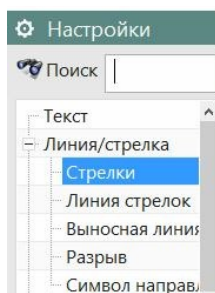
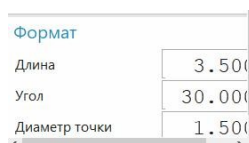

рис.156
рис.157
- Аналогично придется в разделе «**Стрелки**» (рис.156) указать длину стрелочек и другие параметры (рис.157). Вообще, в окне «**Настройки**» много параметров, и вам придется на них обратить внимание.